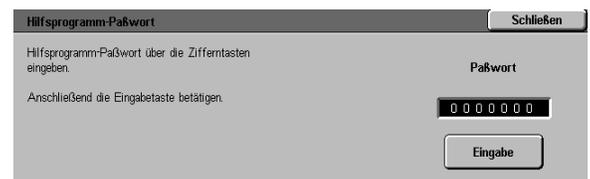

Abb. 4: Hilfsprogramm-Paßwort
- 2 **Hilfsprogramme** betätigen. Der Bildschirm "Hilfsprogramm-Paßwort" erscheint (s. Abb. 4).